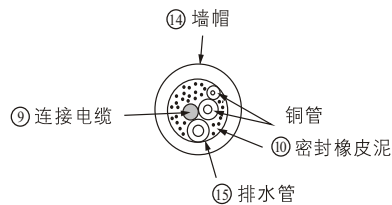
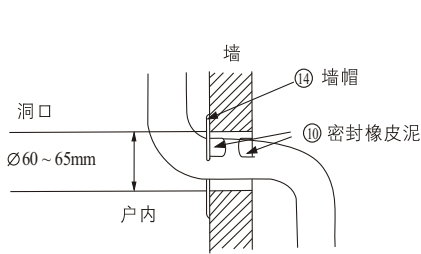

图33
图31
- 2 用附件⑭ 墙帽及附件⑩ 密封橡皮泥来整理墙上的洞,如图31、图32及图33。